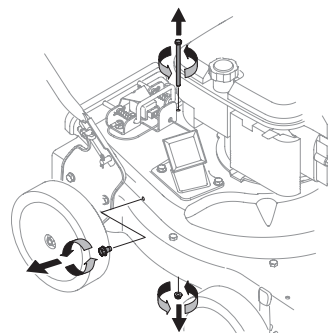

Figure 17
5. Retirez la vis autotaraudeuse à droite de la grille du fléau. Il peut être nécessaire de retirer le support du boyau afin d'accéder à la vis. Voir Figure 17.
6. Retirez le boulon qui se trouve sur le boîtier arrière près du support de montage et l'écrou autobloquant à bride qui fixe la grille du fléau. Voir Figure 17.